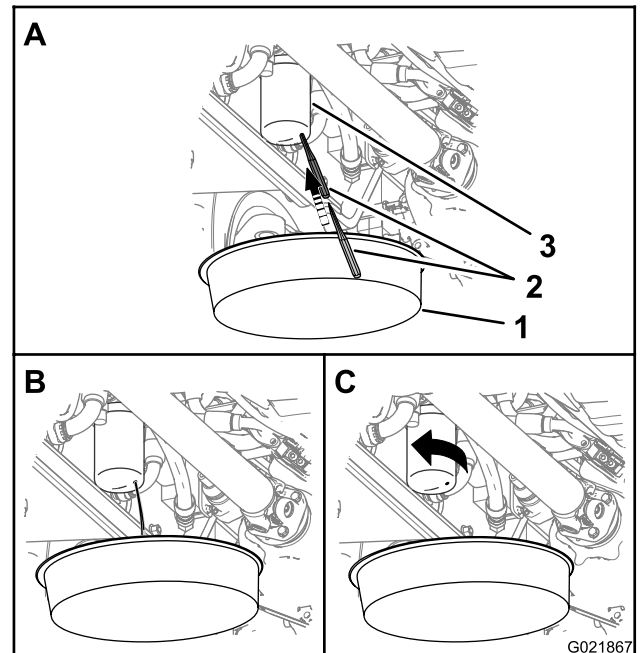

Bild 94
Hinweis: Der Hydraulikdruckfilter ist von der rechten Unterseite der Maschine hinter dem Hydraulikbehälter zugänglich (Bild 94).
- Stellen Sie einen Behälter unter den Hydraulikdruckfilter (Bild 94).
- Stechen Sie in die Unterseite des Hydraulikdruckfilters und lassen Sie restliches Hydrauliköl in den Behälter ablaufen (Bild 94).
- Drehen Sie den Hydraulikdruckfilter nach links und nehmen ihn ab (Bild 94).